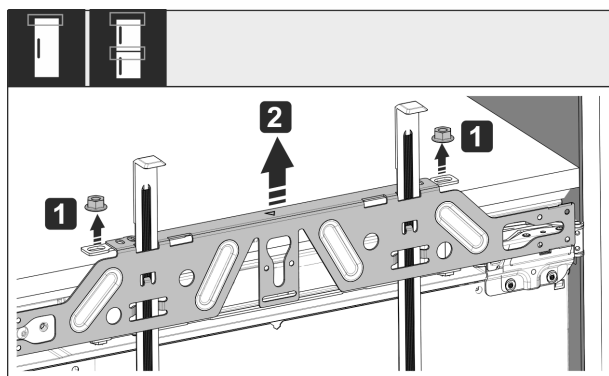

Fig. 54
- Svitare i controdati Fig. 54 (1).
- Togliere la traversa di fissaggio Fig. 54 (2).